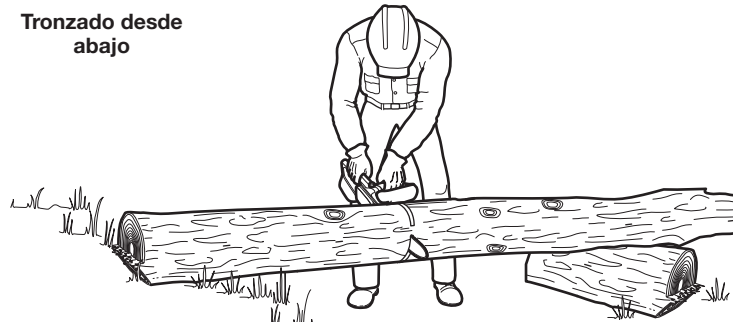

Fig. 25
1. Comience a cortar el tronco desde abajo, con la parte superior de la cadena de la sierra contra la parte inferior del tronco (Fig. 25).